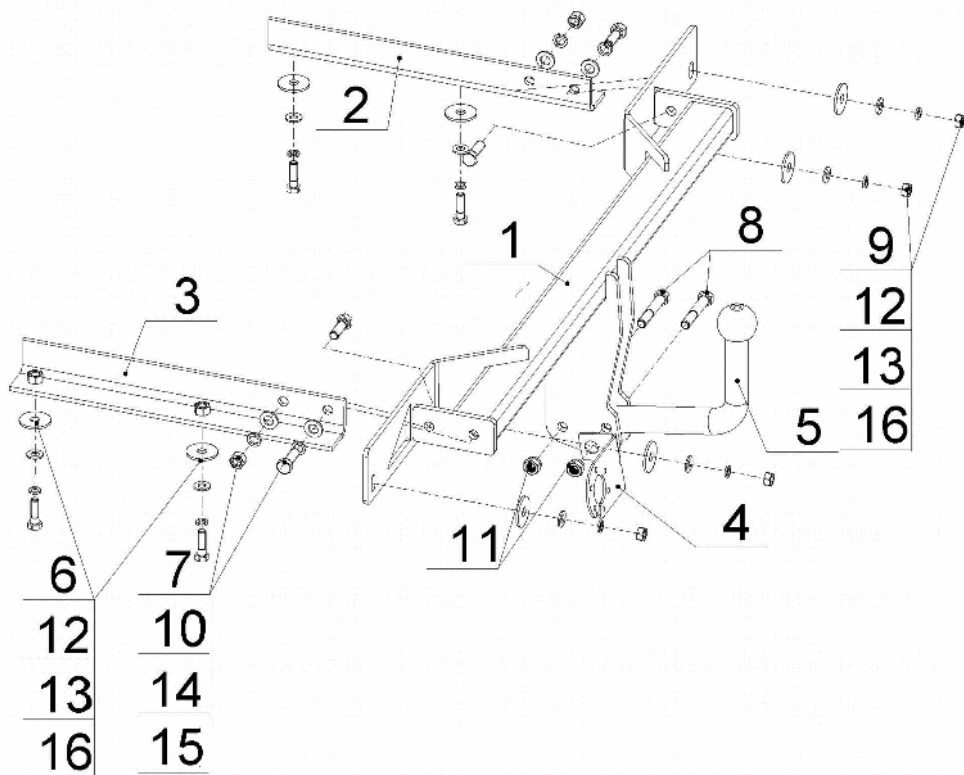

Рис.1.
- Установить ТСУ (рис.1), прикрепив кронштейны с помощью крепежных элементов (поз.9,12,13,16);